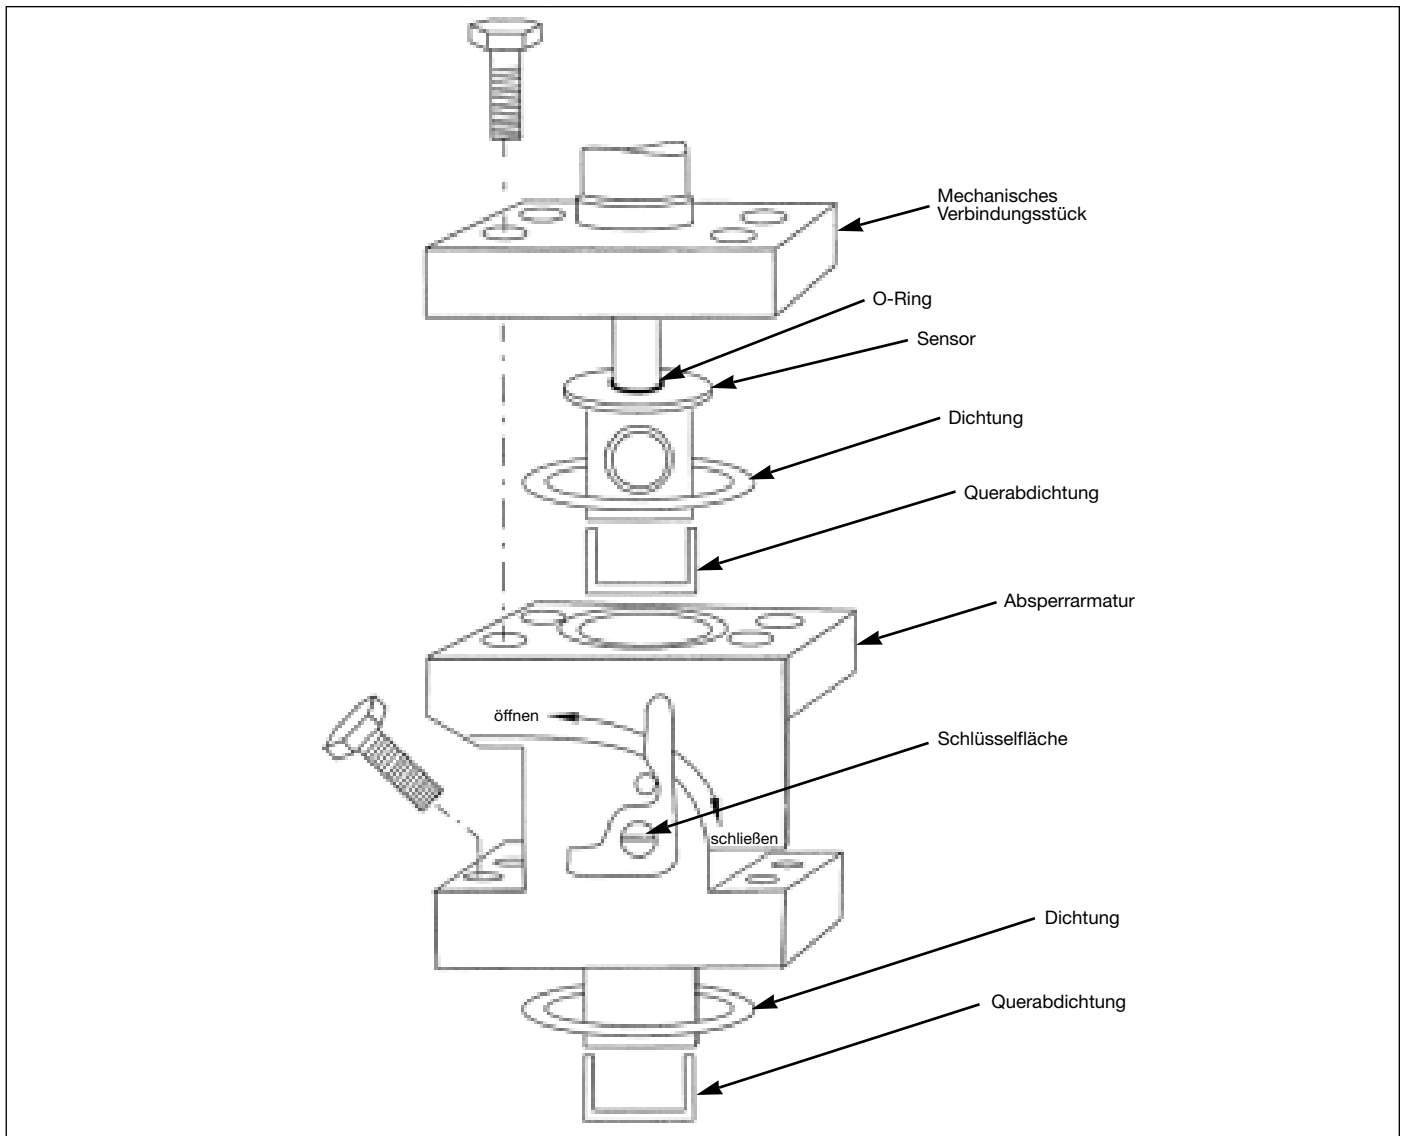

Abbildung 38. Absperrarmatur
- Alte Dichtung und Querabdichtung abnehmen und entsorgen. Neue Dichtung und Querabdichtung am unteren Teil der Armaturen einlegen und Absperrarmatur in das VFM 3100-Gehäuse einbauen. Siehe dazu die Abbildung 38 oder 39. Dies sind die gleichen Dichtungen und Querabdichtungen, die beim Sensor verwendet werden. Für den Standard-Temperaturbereich sind die Dichtung L0121DT und die Querabdichtung L0112KT, für den erweiterten Temperaturbereich die Dichtung K0146HL und die Querabdichtung K0146HK zu verwenden.